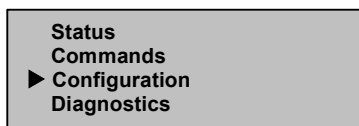

Figure 37 : Menu principal
1. Dans le menu principal, sélectionnez Configuration. (Voir la Figure 37).